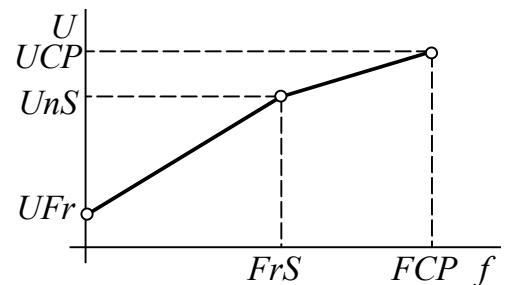

Рис. 6.2 ВЧХ для законов [*SVC I*], [*SVC II*] или [*FVC*]
- [*Yes*], [*Да*] – функция активна, а ВЧХ соответствует рис. 6.2;